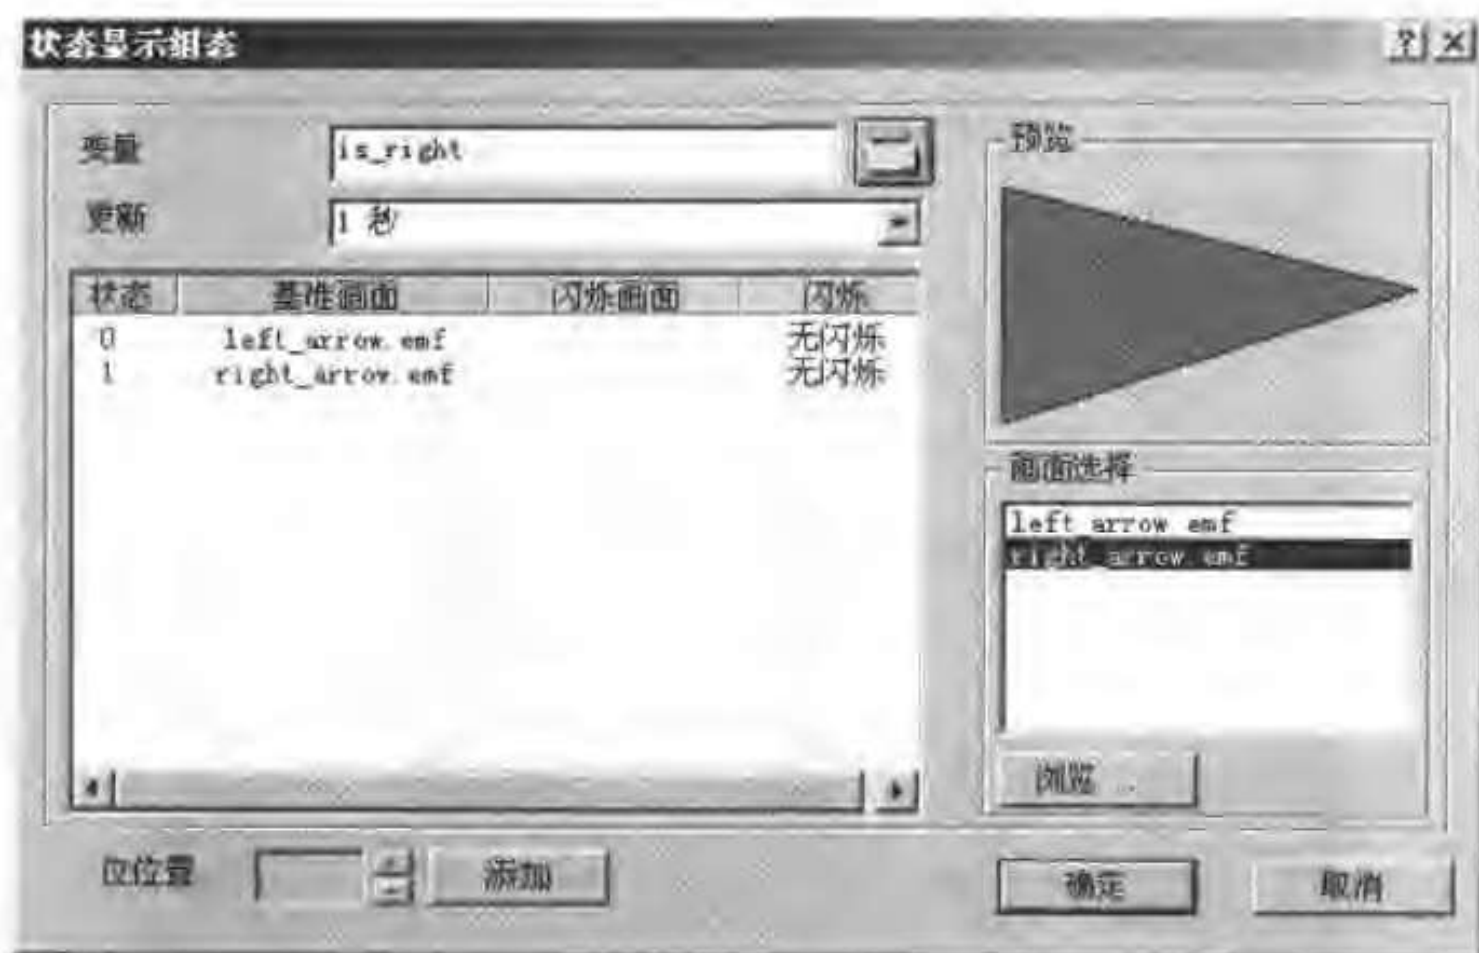

图 6-13 状态显示的组态
- 按照如图 6-13 所示设置状态和基准画面, 单击“确定”按钮退出。